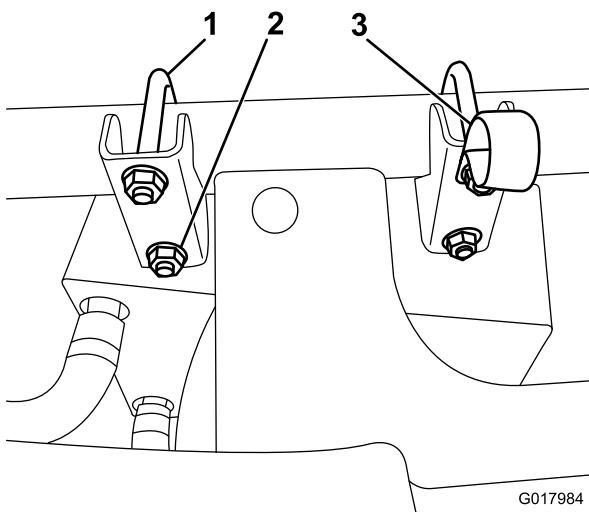

Figura 4
2. Conecte el conjunto de calentador y soporte al tubo delantero del bastidor con las abrazaderas cuadradas y las tuercas con arandela prensada suministradas (Figura 4).
3. Sujete la abrazadera en R debajo de la tuerca superior que está más próxima al centro del vehículo (Figura 4).